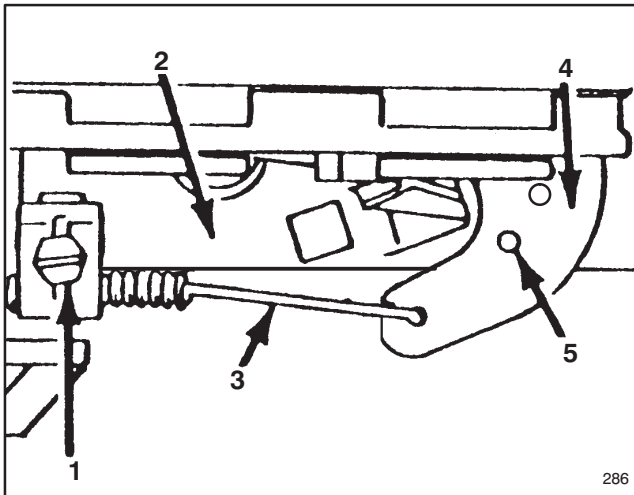

Abbildung 20
3. Schraube der Kabelklemme lockern, bis sich Gaszugkabel bewegen läßt (Abb. 20).
4. Gaszugkabel nach links oder rechts bewegen, bis die Bohrungen im Gashebel mit denen in der Halterung übereinstimmen (Fig. 20).